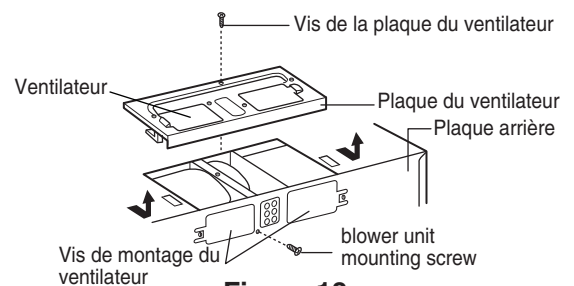

Figure 18
1. Enlever une vis du ventilateur et une ou deux vis de la plaque du ventilateur. Enlever la plaque du ventilateur de l'armoire. Voir la figure 18.